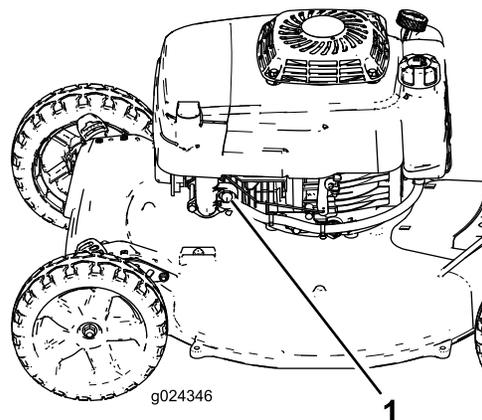

Рисунок 15
2. Плотно нажмите кнопку заливочного насоса (Рисунок 15), удерживая ее нажатой в течение одной секунды.